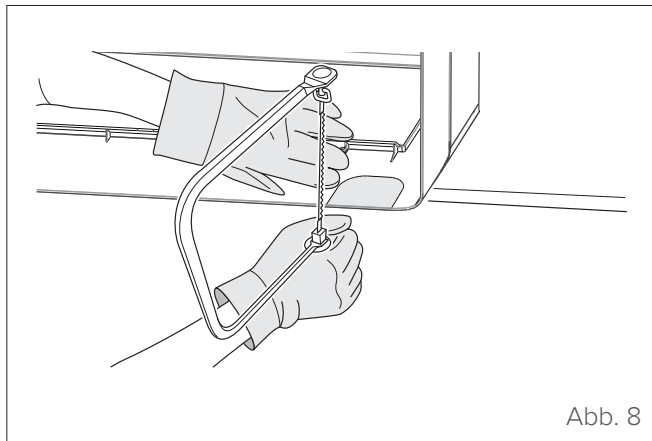

Abb. 8
- 1 Die Wanddurchführung passend zur Position der Montageplatte positionieren. Für Informationen zur Auswahl der optimalen Position, siehe „Abmessungen der Montageplatte“. Die Wanddurchführung sollte einen Mindestdurchmesser von 65 mm aufweisen und leicht schräg nach unten verlaufen, um die Entwässerung zu fördern (siehe „Abb. 8“).